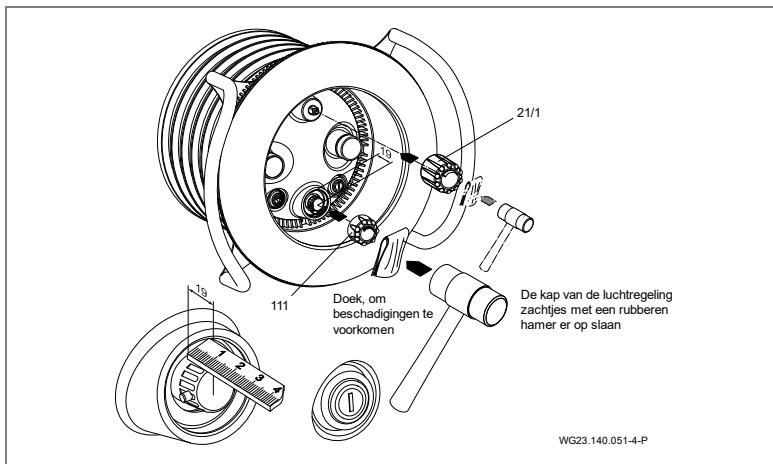

Afb. 18
Ggfs. Vaseline zur Hilfe nehmen. (Afb. 18)
9. Plaats de aanzuigafscherming (93) op de spanring (28) en bevestig deze met vier onderlegringen (94) en vier zelftappers (95). (Afb. 18)
2. Draai de zelftappende schroeven (112) los en verwijder de lichtafscherming (110).
3. Buig de twee zijdelingse buiglippen van de roestvrijstalen afscherming naar voren om en neem de roestvrijstalen afscherming weg. Zie "Afb. 18".
4. Draai de zelftappende schroeven (95) los en verwijder de aanzuigafscherming (93) en de houdgreep (70).
5. Draai indien nodig de zelftappende schroeven (61) los. Neem het nozzlehuis (102.1) weg. Let daarbij op de inwendige luchtleiding (4) die op het inbouwhuis (1) is bevestigd.
6. Schroeven (52) losdraaien. Handgreep (70), klemring (28) en klemringafdichting (27) verwijderen.